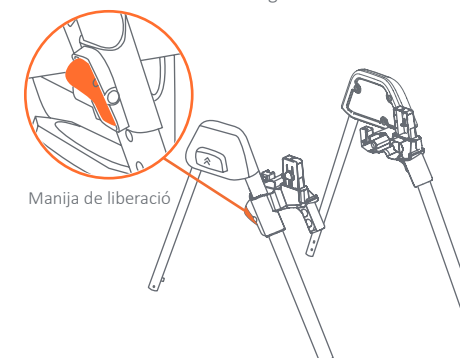

Fig. 2b
- Apriete izquierda y derecha las Manijas de liberación simultáneamente y empuje el tubo por los Ajustador Altura hasta que se traben en la posición más alta (Fig. 2b).